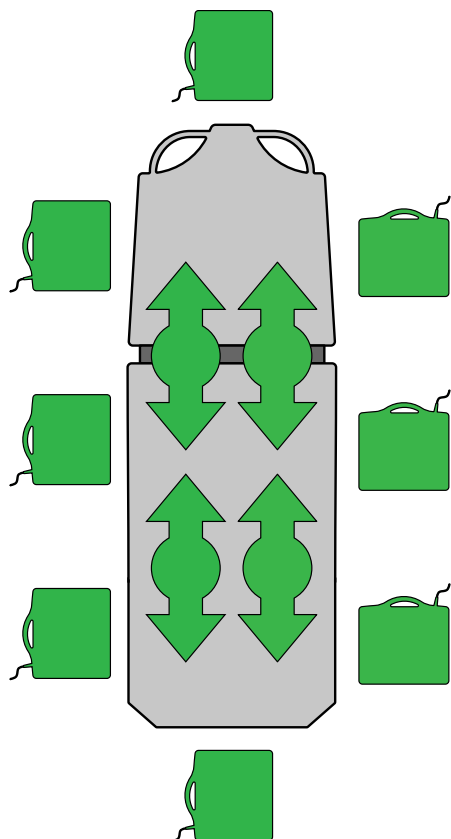

Figura 21 – Introducerea sau scoaterea casetelor pentru radiografii
1. Așezați pacientul pe centrul produsului cu etichetele de indicare a pozițiilor atașate pe toate părțile produsului (Figura 21).